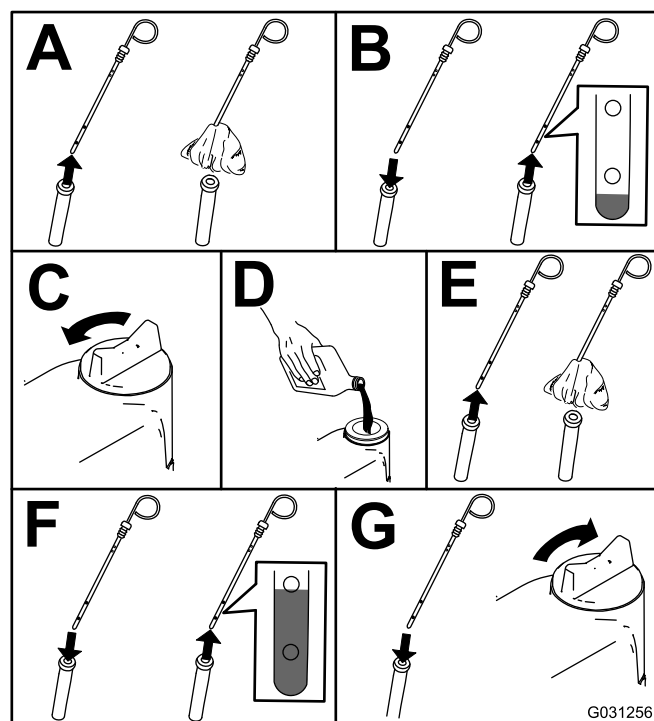

Figura 78
2. Controllate il livello dell'olio motore (Figura 78).